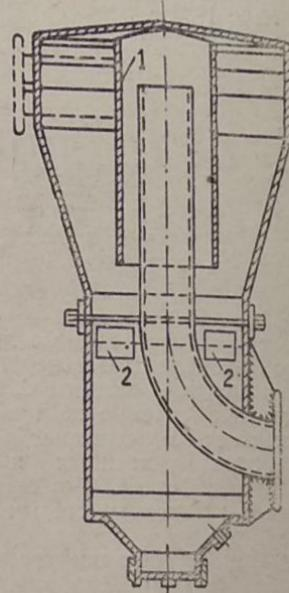

Рис. 3
Чтобы уничтожить этот недостаток, нужно вокруг центральной вертикальной трубы циклона (рис. 3) поставить еще один достаточной длины отрезок трубы (1), открытый с нижнего конца; диаметром примерно 100—120 мм. Эту трубу приваривают к верхнему дну очистителя. Тогда струя газа вынуждена будет, вращаясь, сначала направляться вниз и только затем попадет в газоотборный патрубок. Чтобы избежать паразитных вихрей в нижней части циклона, к распоркам, удерживающим вертикальную среднюю (газоотборную) трубу, нужно прикрепить строго вертикально плоские пластинки (2) достаточной высоты.